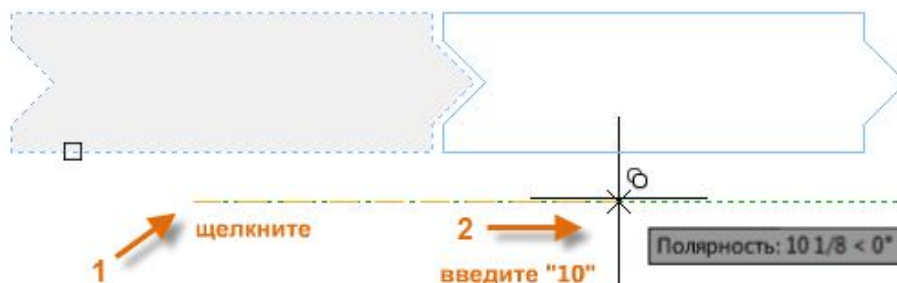

Рисунок 4.3 – Метод відстані
Метод відстані. Оберіть елемент, натисніть клавішу ENTER або ПРОБІЛ для завершення вибору і клацніть в будь-якому місці області креслення (1). Ця точка не обов'язково повинна перебувати на фрагменті (рис. 4.3).